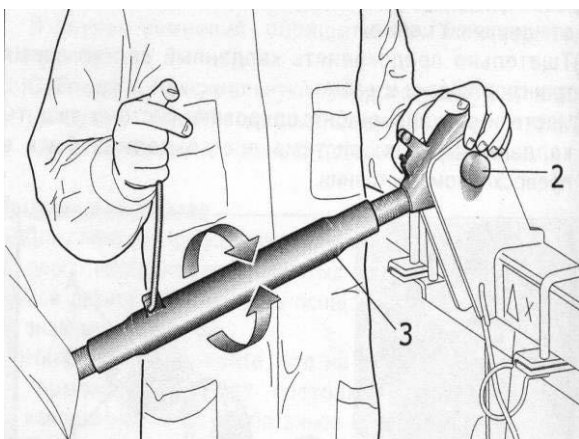
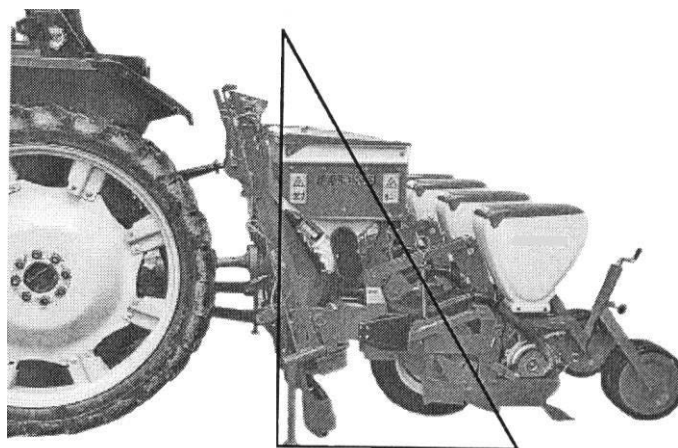

Рис.5
Рис.6
3. Соедините центральный винт с третьей верхней точкой поз.2 Рис. 5. Заблокируйте ось 2 Рис.5 пружинным фиксатором.
Внимание. Сеялку установите на ровную площадку перпендикулярно (Рис. 6) при помощи центрального винта 3 (Рис. 5.) При не соблюдении данного условия будет нарушаться глубина заделки семян и удобрений, а так же износ и выход из строя некоторых узлов и деталей.
При установке необходимо контролировать, чтобы фиксатор шлицевого соединения на кардане совпал с пазом на ВОМ и на валу сеялки. После установки карданного вала необходимо убедиться в том, что его защитный кожух вращается свободно. После чего зафиксируйте его, перекинув через центральный винт (поз.3 Рис.5) цепь кожуха.